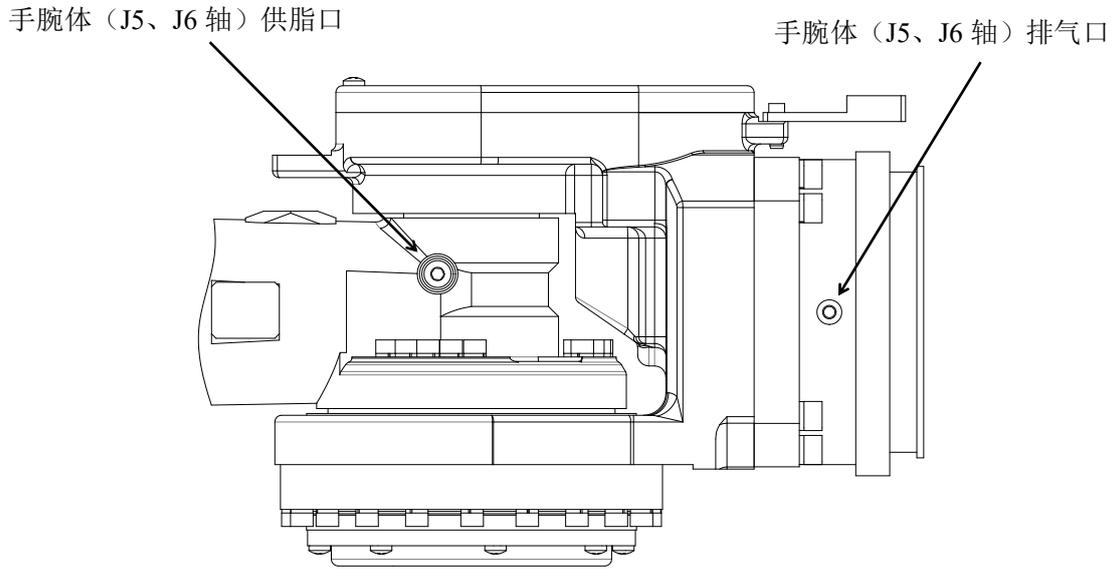

图 4-1 机器人供脂口和排气口分布图
- 3) 拆下润滑油供、排油口的内六角螺塞 M10×1, 见图 4-1